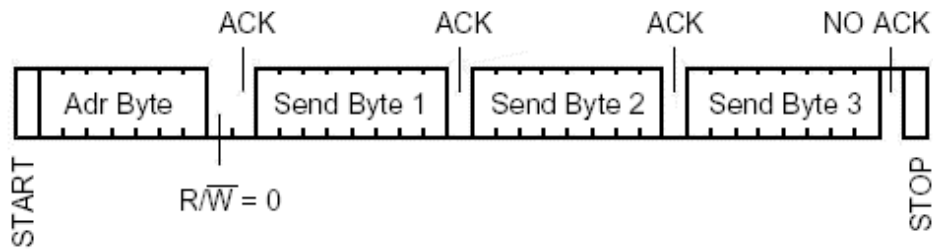

Bild 4.5: I²C-Datenformat
Nach der Startbedingung folgt ein Byte mit der Slave-Adresse (Bit 1 bis 7) und dem Read/Write-Bit (Bit 0), das angibt, ob zum Slave geschrieben wird (0) oder von ihm gelesen werden soll (1). Die Kommunikation beginnt immer mit einer Schreibsequenz des Masters. Soll der Slave Daten liefern, folgt anschließend eine Lesesequenz. Nach Senden der Startbedingung gibt der Master das Adressbyte mit R/W = 0 aus. Der Slave antwortet mit ACK (er zieht während Bit 9 der SDA-Leitung auf 0). Danach sendet der Master ein oder mehrere Datenbytes. Nach jedem Datenbyte gibt der Slave eine Bestätigung (ACK). Die Übertragung endet mit einer Stopp-Bedingung (Bild 4.5). Das Lesen von Daten erfolgt nach dem gleichen Schema.